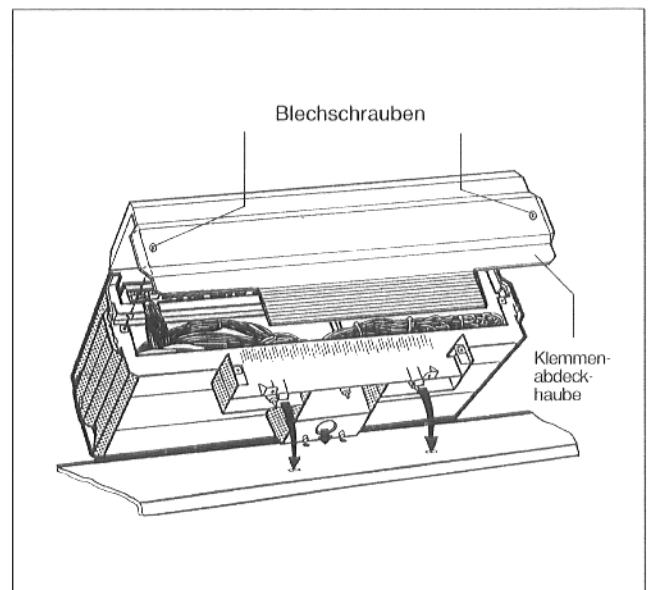

Abb. 10
- Die beiden Blechschrauben aus der Klemmenabdeckhaube herausdrehen und Haube abnehmen (Abb. 10).
- Regelgerät so aufsetzen, daß sich die Einschiebehaken vorne in die ovalen Bohrungen einführen, Regelgerät nach vorne ziehen und anschließend nach hinten abkippen, bis die beiden elastischen Haken rechts und links einrasten (Pfeile – Abb. 10).